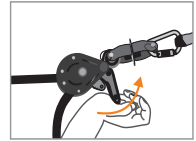

Fig 5
W celu zdemontowania linki bezpieczeństwa należy pociągnąć za dźwignię krzywkę (4) (Rys. 5). Odczepić całość i schować do oryginalnego opakowania.